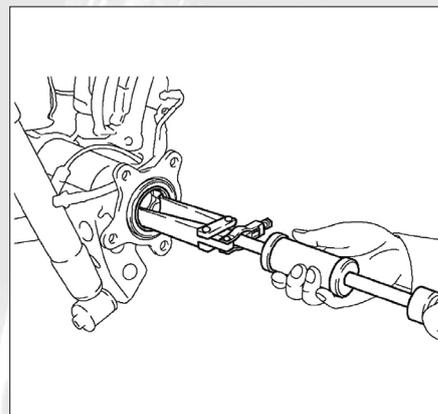

FIG. 25
- Déposer le joint torique du flasque à l'aide d'un extracteur (fig. 25).